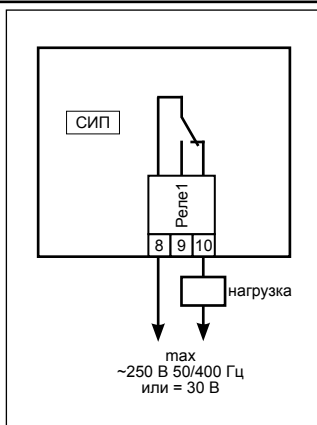

Рисунок 6. Счётчик импульсов СИП. Подключение нагрузки.
6.6 Если необходимо управление дополнительным исполнительным устройством при достижении установленного значения, подключите один провод кабеля его управления в разрыв к контактам Реле1 (Рисунок 6).